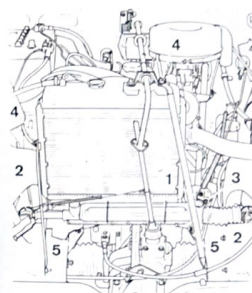

Fig. 5.6. Vista delantera del compartimento del motor, con los elementos a retirar para la extracción de la caja de la cremallera.
Desconectar las bieletas de dirección de su unión con las conteras de la cremallera (2 Fig. 5.6). Soltar el muelle de retroceso del freno de mano y los tornillos del flector de goma del eje del volante (3). Para más comodidad en la extracción de la caja, soltar las tuercas (4) de los tirantes del radiador y girarlas hacia la parte delantera del vehículo.